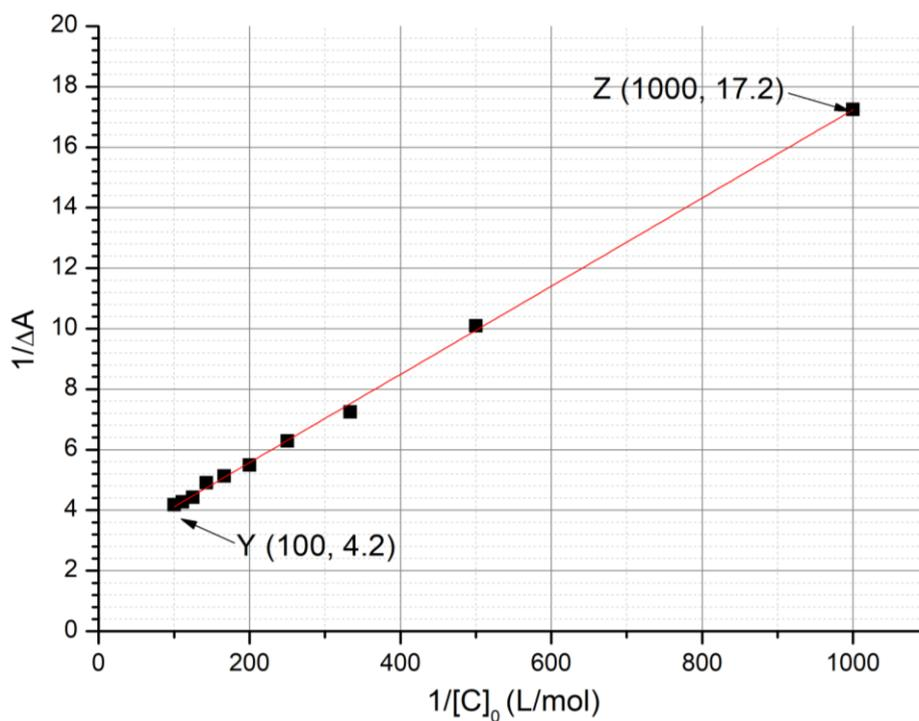

Fig. 3 – Variación de  $1/\Delta A$  en función de  $1/[C]_0$ .
6. **Determina**  $K_t$  utilizando la siguiente curva experimental (Fig. 3).